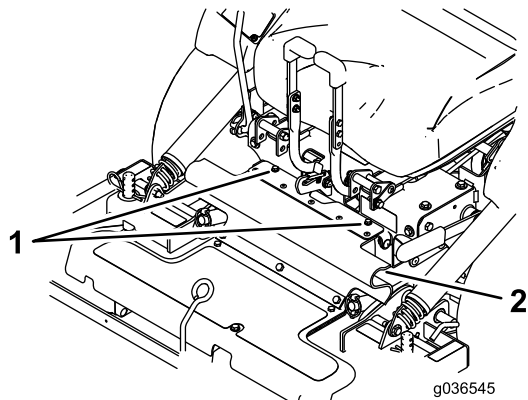

Figura 19
2. Allentate i bulloni applicati alla protezione in gomma (Figura 19).
3. Montate la protezione in gomma con i bulloni (Figura 19).